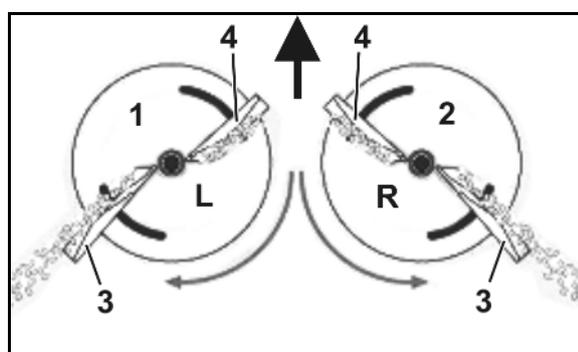

Fig. 28
- linke Streuscheibe (Fig. 28/1) mit Markierung **L**.
- rechte Streuscheibe (Fig. 28/2) mit Markierung **R**.
- **Lang** (Fig. 28/3) – Einstellskala mit Werten von 35 bis 55.
- **Kurz** (Fig. 28/4) – Einstellskala mit Werten von 5 bis 28.